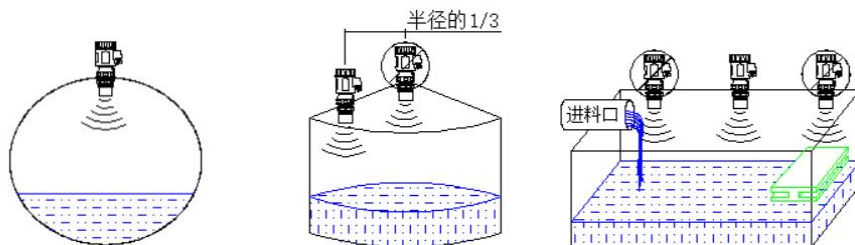

图 3 探头安装位置
(1) 探头同时产生超声脉冲波和检测回波，超声脉冲波以一定的锥形波面从探头的表面传播出去。在这个区域内，不应有任何阻碍并且远离进料口。探头的安装位置应选择探头的发射面和被测介质间没有障碍物存在的位置，见图 3。
(2) 在安装探头时需考虑容器的形状。如果探头安装不正确，一定形状的容器将产生二次回波。这类问题主要集中在圆锥形以及球形罐顶部。这种特殊的形状可以将发射出的回波再聚焦放大产生错误读数。选择正确的安装位置可以解决这一问题。